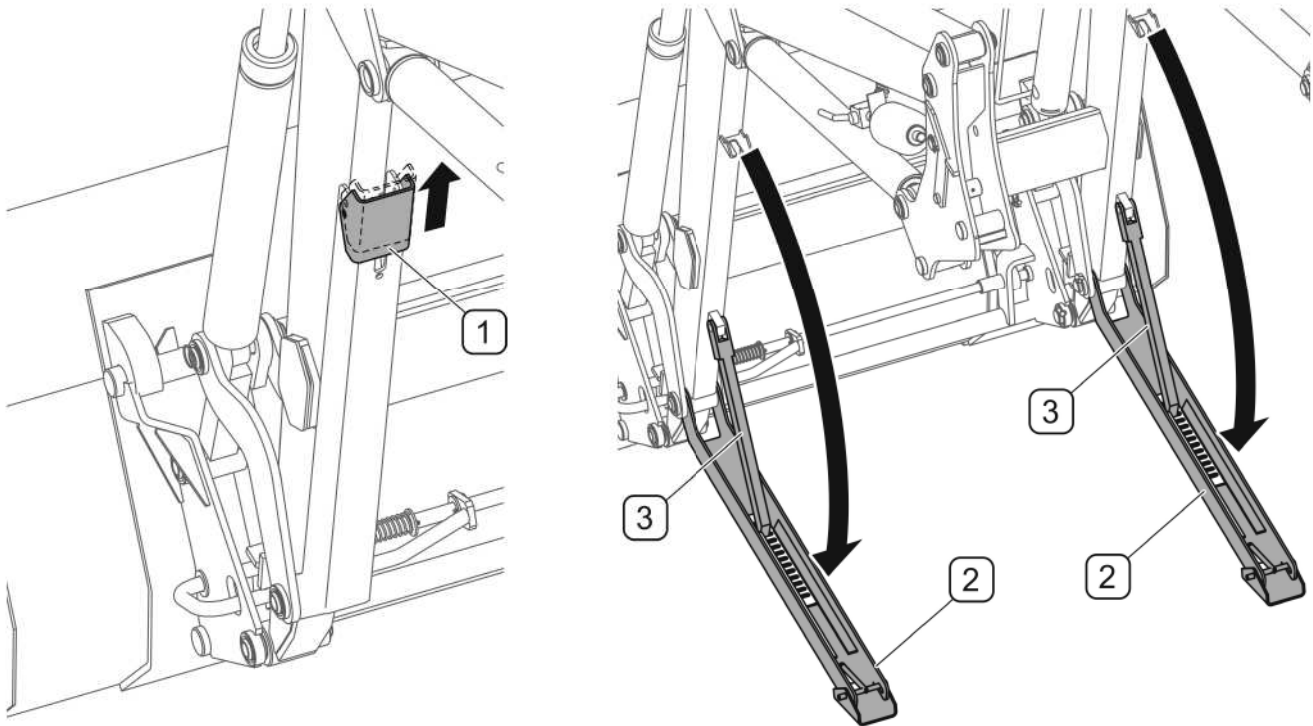

РИСУНОК 4.28 А Стояночные опоры
(1)- блокировка опор; (2)- стояночные опоры; (3)- блокировочная собачка;
- оттянуть блокировки опор (1) (РИСУНОК 4.28 А);
- опустить стояночные опоры (2) вместе с собачками (3) на основание;